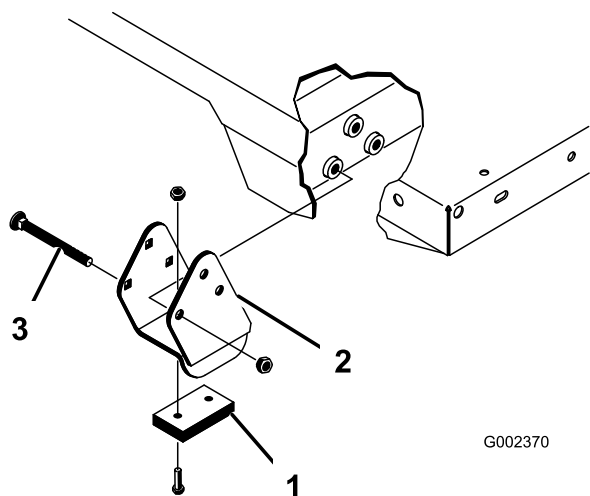

図 35
注 スペーサブラケットとウェアブロック(図 35)はキャリッジボルトで固定しますが、このボルトは必ず頭を車両の内側に向けてください。
2. 荷台を慎重に車両フレームの上に乗せる 後部にある荷台のピボットプレート穴とリアフレームチャンネル鋼材の穴を揃えて、クレビスピンとリンチピン各2個を取り付ける図35。
4. クレビスピンは荷台の外側から差し込み、リンチピンが荷台の外側に向いているようにする図35)。